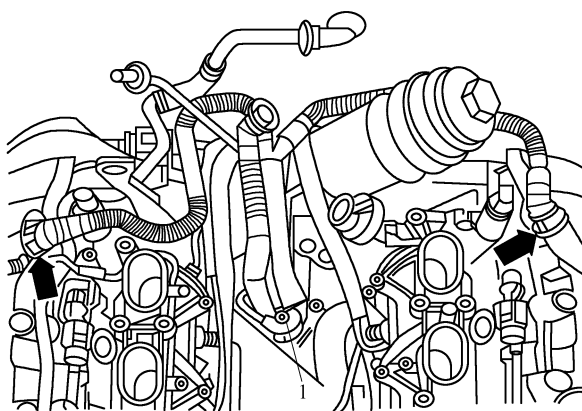

图 1-5-41 拆卸曲轴箱排气软管
(1) 拆下进气管上部件。
(2) 拔下气缸盖罩上的曲轴箱排气软管，如图 1-5-41 箭头所示。
(3) 旋出螺栓 1 并拆下曲轴箱排气连接套管及软管。